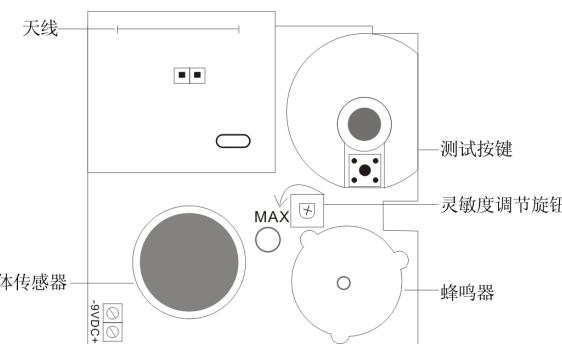

图. 1 SED-507CM主板
- 连接不恰当将导致探测器无法正常工作。请按图1所示连接SED-507CM。